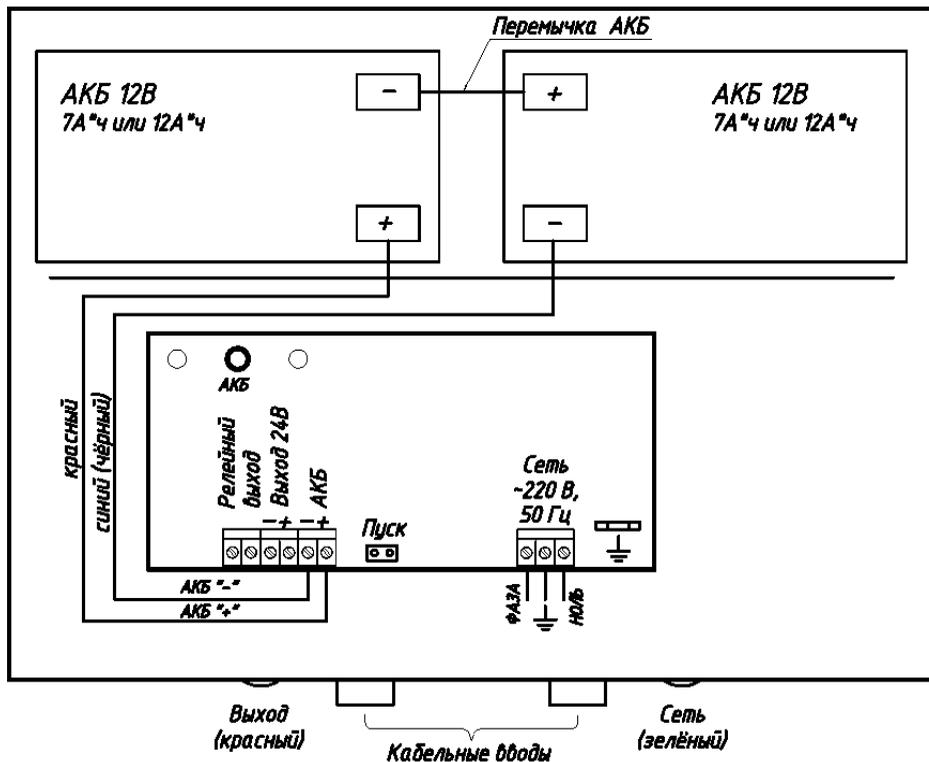

Рисунок 1 - Вид источника с открытой крышкой (схема подключения).
При открытой крышке (см. рисунок 1) осуществляется доступ к печатной плате, имеющей в своём составе светодиоды «СЕТЬ», «ВЫХОД», «АКБ»; колодки «Сеть», «АКБ», «Выход 24В», «Релейный выход» и пару контактов «Пуск».
**В верхней части корпуса** источника предусмотрено пространство для размещения батареи из двух аккумуляторов (см. рисунок 1) или двух термостатов. Термостаты АКБ могут быть подключены по схемам, представленным на рисунках 2 и 3 Приложения в одном из двух режимов: «Стандартный» без термостатирования и «Экономичный» с термостатированием (предусмотрено принудительное отключение обогрева АКБ), позволяющий увеличить время работы источника в режиме «РЕЗЕРВ». Управление обогревом АКБ производится встроенными в термостат
**Нагрузка и внешние устройства подключаются** к клеммам «Выход 24В». Подключение нагрузки следует производить в соответствии с полярностью (см. рисунок 1).
**Подключение к источнику внешних цепей производится при отключенном сетевом напряжении и открытой крышке** (см. рисунок 1 Приложения) в следующей последовательности: